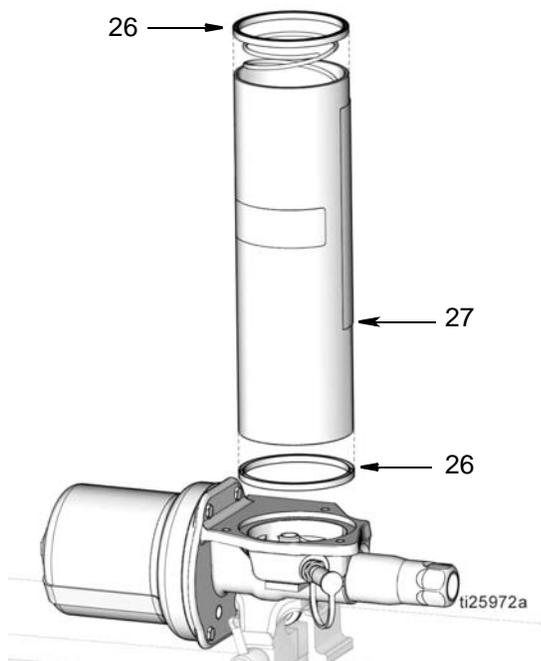

图 56
11. 将液箱垫圈 (26) 安装到液箱 (27) 的底部, 如图 56 所示。